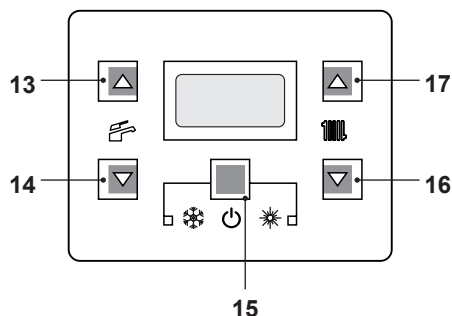
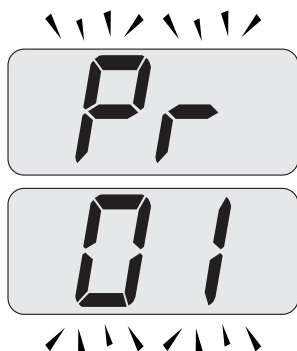

Figura 8.3
Figura 8.4
- Entrare in "modalità programmazione" premendo contemporaneamente per 10 secondi i tasti 15 - 16 - 17 (Figura 8.3) fino a far apparire sul display LCD le lettere **Pr** che si alternano con il codice **01**, indicanti l'entrata nel "parametro 01" (Figura 8.4).
e 17 (Figura 8.3) fino a far apparire sul display LCD il valore del parametro 05 (00=G20) (Figura 8.6).
- Premendo il tasto 15 (Figura 8.3) si ottiene la conferma del valore inserito.
- Premendo contemporaneamente i tasti 15 e 16 (Figura 8.3) si esce senza modificare il valore (ritorno alla lista parametri Figura 8.5)
- Premendo contemporaneamente per 10 secondi i tasti 15 - 16 - 17 (Figura 8.3) si esce dalla "modalità programmazione".